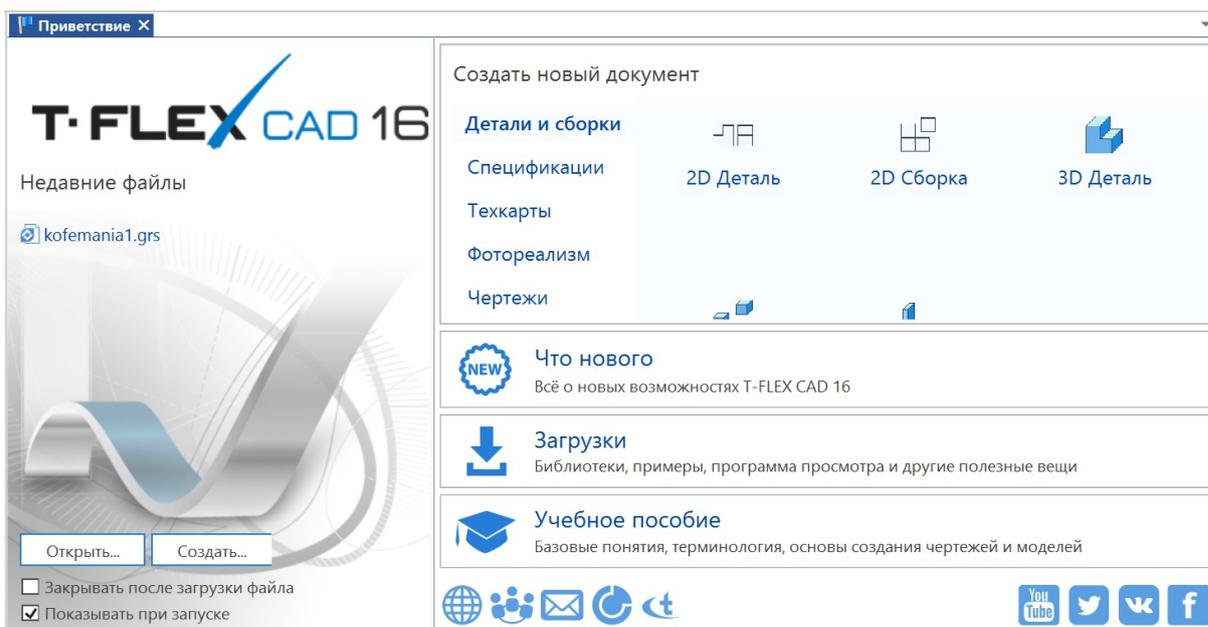
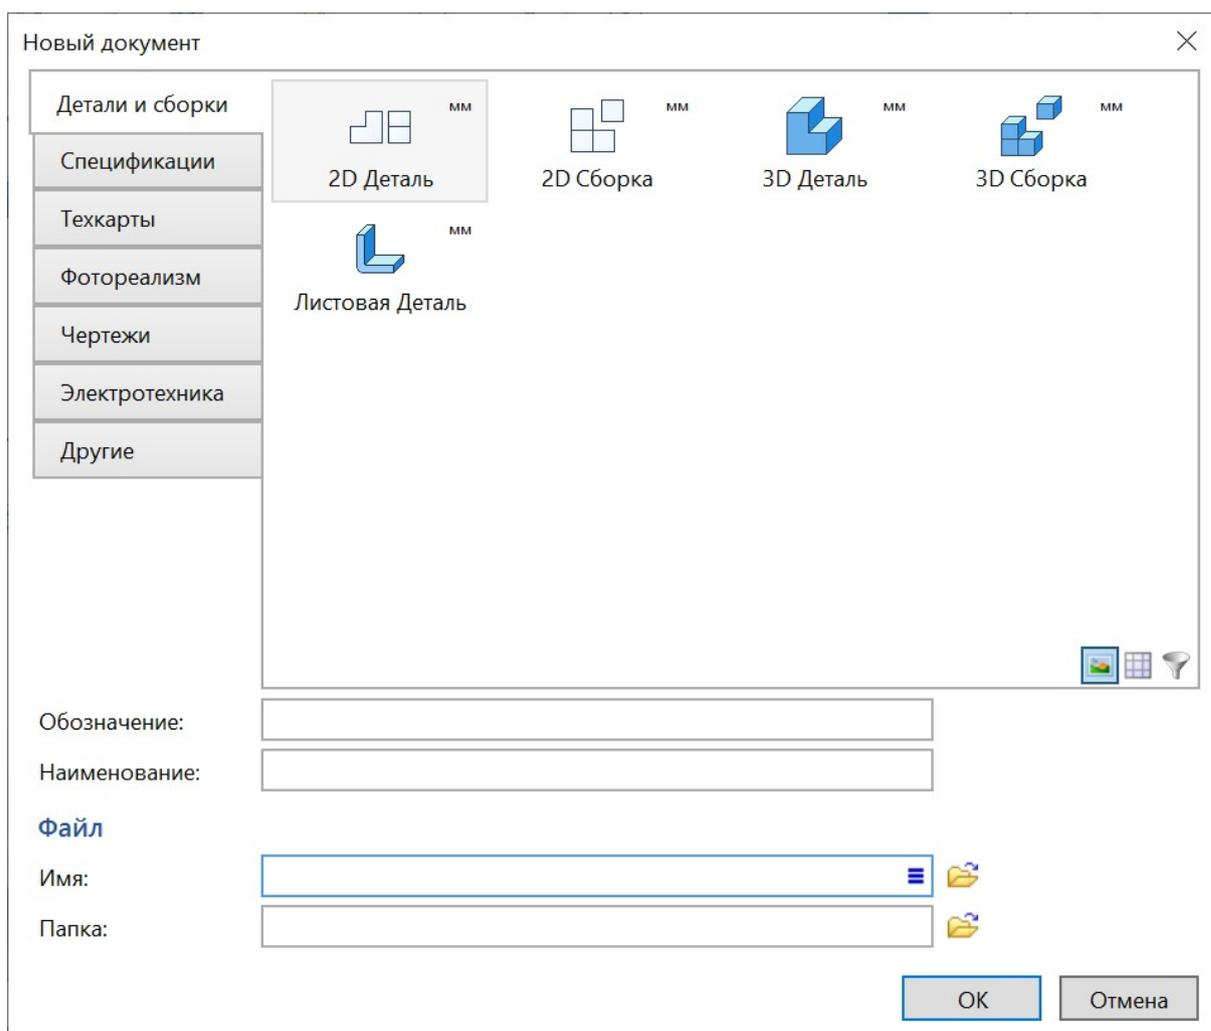

Рис. 4
Рис. 5
На вкладке **Приветствие** (рис. 4) доступны различные ссылки и кнопки, позволяющие начать работу с проектами. В левом поле содержится список «недавних» файлов (созданных или открывавшихся вами в последнее время), а также кнопки **Открыть** (загрузка проекта из файла) и **Создать** (создание нового проекта). В последнем случае на экране появляется отдельное окно выбора создаваемого объекта (рис. 5). Впрочем, для создания новой модели можно выбрать желаемый ее тип (2D-чертеж детали или сборки, 3D-чертеж детали или сборки, спецификация и т.д.) в правом верхнем поле вкладки **Приветствие** (см. рис. 4). Здесь же, в правой части этой вкладки, имеются полезные ссылки на описание версии программы, на раздел сайта разработчика с загрузками библиотек, примеров и пр. (<http://www.tflexcad.ru/download>), а также на учебное пособие, которое, правда, сначала нужно отдельно загрузить с сайта разработчика (<http://www.tflexcad.ru/download/tutorial>) и установить.
- выбрать эту же иконку в окне **Новый документ**, раскрываемом с помощью кнопки **Создать** (см. рис. 5),